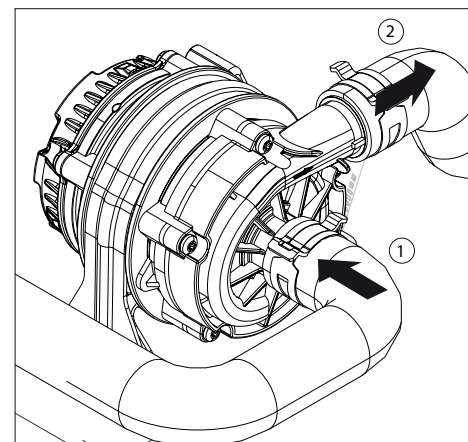
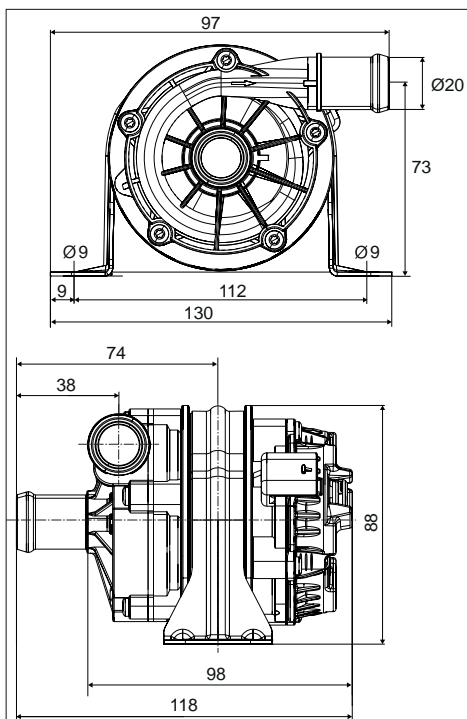

Рис. 09: Насос охлаждающей жидкости U4850, пример монтажа
Рис. 10: Насос охлаждающей жидкости U4850, монтажные размеры (в мм)
- ▶ Установите насос охлаждающей жидкости, см. Рис. 03, Рис. 09 и Рис. 10.